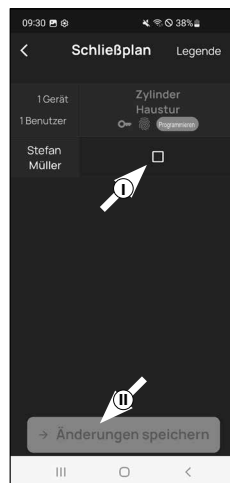

Fig. 2
- Potrete vedere una tabella costituita dai cilindri generati (in orizzontale) e dagli utenti configurati (in verticale) (Fig. 2). Apporre una spunta nel punto in cui desiderate autorizzare il rispettivo utente all'utilizzo della serratura corrispondente (I) (Fig. 2) e premete il pulsante "Änderungen speichern" (Salva le modifiche) (II) (Fig. 2).